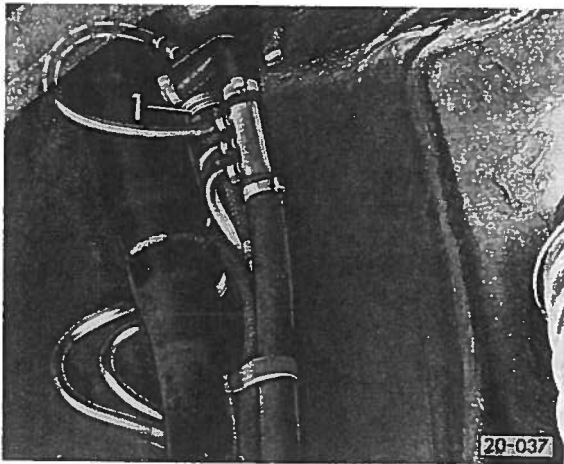

Fig. 5 Position de montage de la soupape d'aération et de mise à l'atmosphère – 1 – jusqu'à 8.78
- Déposer la soupape (page 69 – fig. 5 et 6).